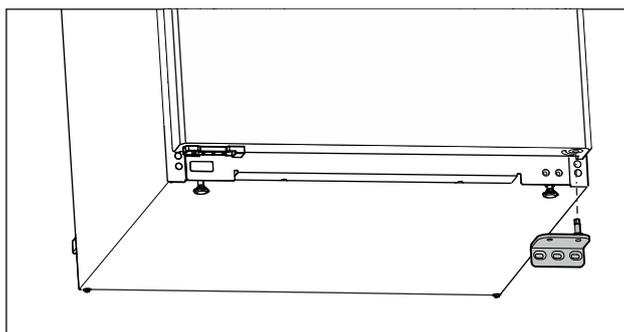

Fig. 16
- ▶ Lagerbock nach unten abnehmen. (siehe Fig. 16)